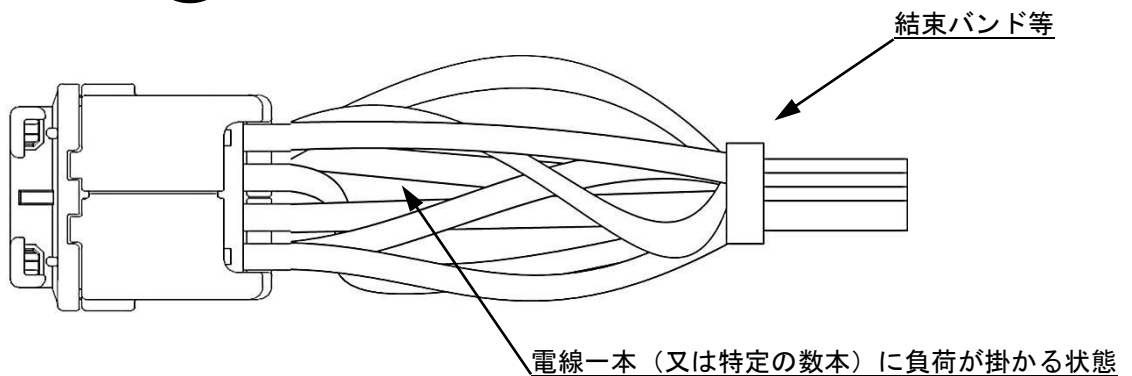

Fig.7-2 不適切なハーネス結束状態
- ② ハーネス品で、電線一本（又は特定の数本）に力が加わらない様にしてください。**(Fig.7-2)**